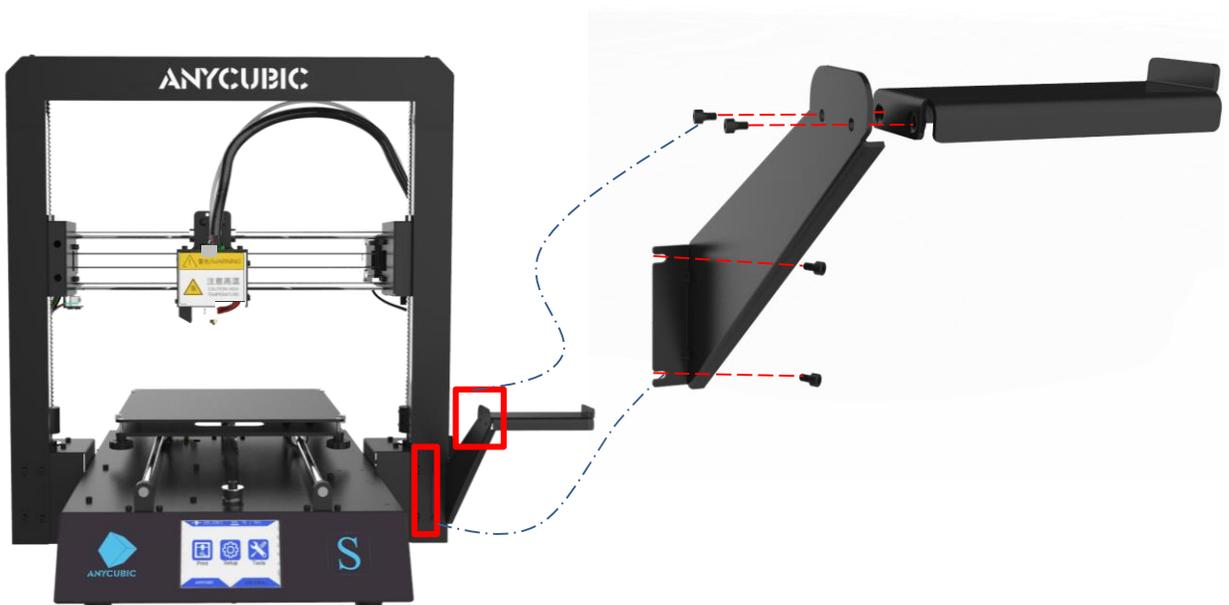

Abbildung 2
(2) Verwenden Sie zwei M3*5-Schrauben zur Montage des Filamenthalters, schrauben Sie dann zwei M3*5-Schrauben, die den Rahmen an der Basis halten heraus und befestigen Sie den Filamenthalter mit diesen beiden M3*5-Schrauben am Rahmen, wie in Abb.2 dargestellt.